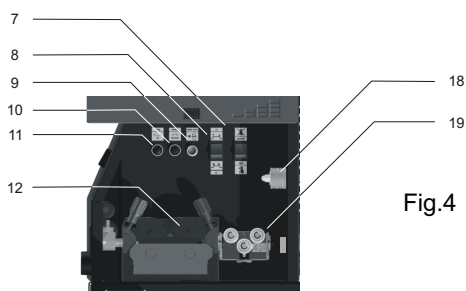

Fig.4
5.12 – Regular a velocidade de fio no botão de regulação situado sobre o painel frontal (2-Fig. 4).